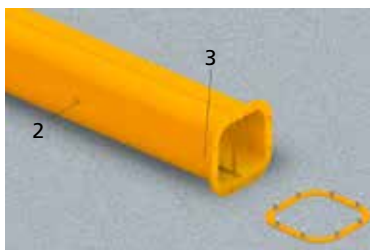

fig.26
- En el caso de que el cable 1 viniera del exterior, introdúzcalo en la columna a través de la guía de cable 3 ubicado en la base de la columna, hasta alcanzar el agujero 2 en la parte superior (fig. 26)
1. Una vez fijada la contraplaca, introduzca, cuando así esté previsto, el cable de alimentación 1 en la columna colocada en el suelo a través del prensaestopas 3 situado en la base de la columna hasta llegar al orificio 2 situado en la parte superior (fig. 26)